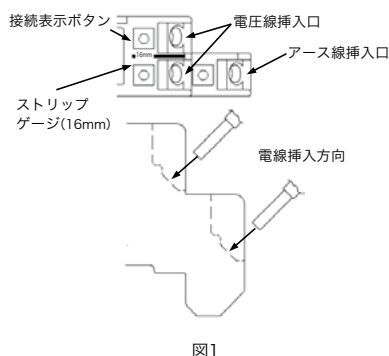
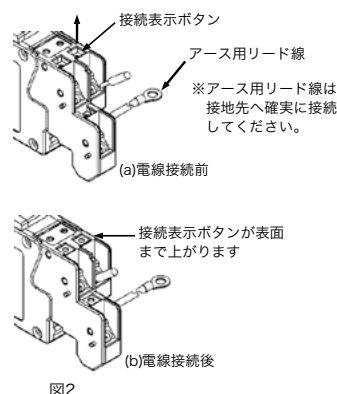

図1
図2
遮断器をOFFし、図1の様に電源側端子を母線ブスバーに斜め方向から合わせ遮断器本体をゆっくりと押し込みながら、本体電源側下部の溝に取付板のつめが奥まで入ったら、図2の様に本体負荷側を取付板に押し込んではいめ込みばねを本体の溝にはめ込んでください。
遮断器をOFFし、被覆をむいた電線を電圧線挿入口又はアース線挿入口から図1に示す電線挿入方向に差し込み、電線が止まるまで差し込んでください。(図1参照)
電線の接続を完了すると接続表示ボタンが、表面まで上がります。(図2参照)
- 電線を接続する前に接続表示ボタンが表面まで上がっている場合は、一度接続表示ボタンを押し込んで、電線接続前に状態に戻してから電線を接続してください。(図2参照)